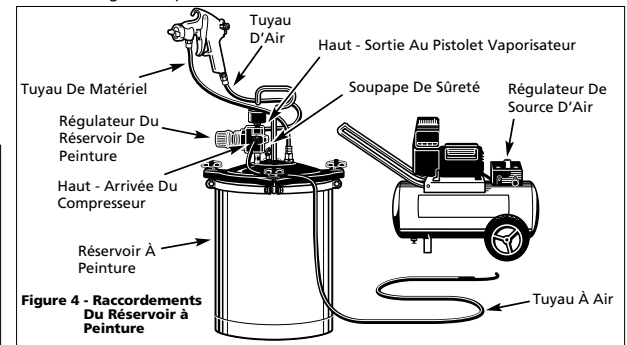

Figure 4 - Raccords Du Réservoir à Peinture
peinture sans arrêt. Ceci permet aussi que le pistolet puisse être tenu dans n'importe quelle position pendant la pulvérisation sans renverser la peinture. Les raccords corrects pour l'utilisation avec un réservoir de peinture pressurisé sont illustrés dans la Figure 4. Se référer aux illustrations fournies avec le réservoir de peinture pour les raccords et l'usage. **NE PAS UTILISER UN RÉSERVOIR POUR PEINTURE SANS LIRE CES DIRECTIVES.**
6. Le bouton de soupape pression/siphon doit être serré au sens des aiguilles d'une montre (en direction 5) lorsque vous utiliser un réservoir à peinture pressurisé, comme illustré dans la figure 4. Ceci empêche l'échappement d'air pressurisé de l'orifice de soupape de pression du godet lorsque le godet n'est pas utilisé.